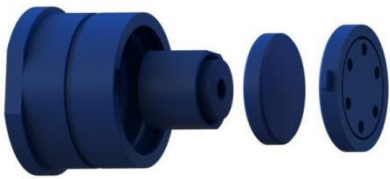

图9 谐波减速器样件
任务要求：在工业机器人应用领域一体化教学创新平台上，完成一套谐波减速器的正确装配。 装配顺序：钢轮组件→柔轮组件→中间法兰→输出法兰的顺序在装配工位依次进行装配，如图 9 所示。
① 系统复位：在示教盒上控制旋转供料复位和伺服变位机复位；将末端无工具工业机器人的关节坐标系调整到工作原点；皮带输送模块停止、皮带输送模块上无工件、上料气缸、定位气缸均缩回，考试结束后要求考生将机器人调整至自动运行模式，此后禁止考生操作示教盒并在人机交互模块前待命；
② 钢轮组件准备：工业机器人自动获取弧口夹爪工具并返回原点，然后机器人抓取立体库上钢轮组件工件，将钢轮组件搬运至处于水平状态变位机的定位模块上，定位气缸伸出夹持钢轮组件；
③ 柔轮组件装配：机器人自动更换平口夹爪工具，并控制旋转供料模块将工件转移到取料位置后自动停止，机器人正确抓取柔轮组件并装配到钢轮组件上；
④ 中间法兰输送：控制井式供料气缸将供料井中一个中间法兰零件推至皮带输送模块入口，然后皮带输送模块开始运行，将中间法兰输送至皮带输送模块末端；
⑤ 中间法兰检测：中间法兰输送至末端且皮带输送模块停止后，触发工业相机进行拍照，识别中间法兰位置。
⑥ 中间法兰装配：机器人自动更换吸盘工具，获取皮带输送模块末端中间法兰，将中间法兰装配到钢轮组件上；
⑦ 输出法兰输送：控制井式供料气缸将供料井中一个输出法兰零件推至皮带输送模块入口，然后皮带输送模块开始运行，将输出法兰输送至皮带输送模块末端；
⑧ 输出法兰装配：获取输出法兰角度信息后，机器人调整吸盘角度正确吸附输出法兰工件，将输出法兰正确搬运至钢轮组件上，并顺时针旋转 90° ，完成输出法兰的装配；
⑨ 成品检测：机器人自动更换弧口夹爪工具抓取装配完成的成套工件；
⑩ 成品入库：成套工件检测完成后，机器人将成品件搬运至立体库相应位置（如图9）。